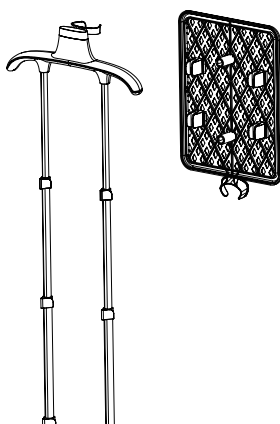

FIG 3
7. Coloque el soporte hasta que escuche un clic de los 4 soportes. (FIG 3)